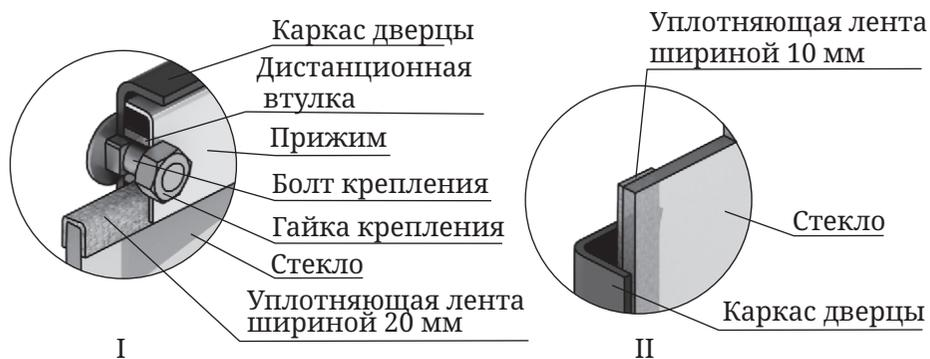

Рисунок 9. Крепление светорозрачного экрана дверцы модификации «Витра»
Если на нем нет уплотняющих лент, наклейте их: лента шириной 20 мм наклеивается сверху и снизу стекла «П» - образно (рисунок 9.I), лента шириной 10 мм наклеивается вертикально вдоль боковых сторон стекла (рисунок 9.II).
4. Вставьте стекло в упор, при этом лента, наклеенная с боковых сторон (вертикальная) должна быть зажата между стеклом и каркасом дверцы (рисунок 9.II).